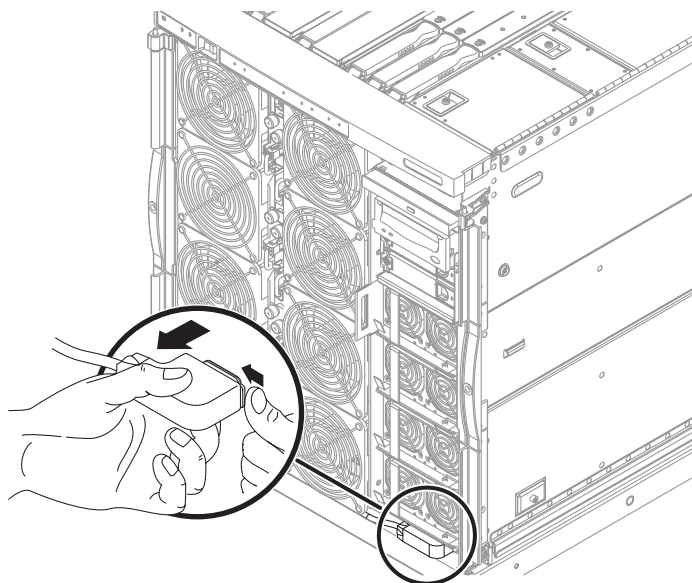

図 6-5 ファントレイの電源コネクタの外し方
5. ファントレイの電源コネクタのラッチを解除して、コネクタを外します (図 6-5)。
6. ファントレーの電源コネクタを接続します (図 6-5)。